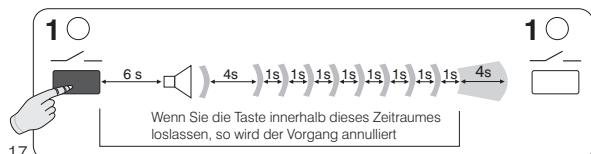

Abb. 17
- Halten Sie die **Taste** 1/2 gedrückt, bis die in der Abbildung 17 dargestellte Folge von akustischen Signalen beendet ist; lassen Sie ihn dann los. Das Angleichen des Senders wird aus dem Speicher des Empfängers gelöscht und der **Kanal 1** ist frei.